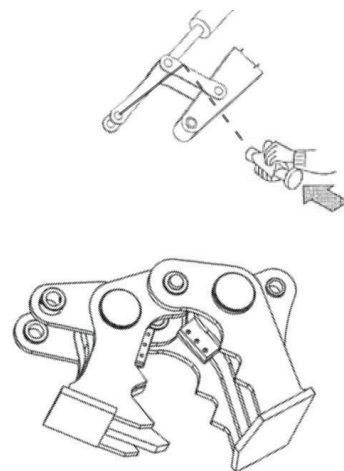

Рис. 5.4.3
- Переместив цилиндр ковша, совместите нижнее отверстие соединительного элемента с отверстием рычага ковша и вставьте второй штифт, зафиксировав его соответствующим предохранительным элементом (Рис. 5.4.3).